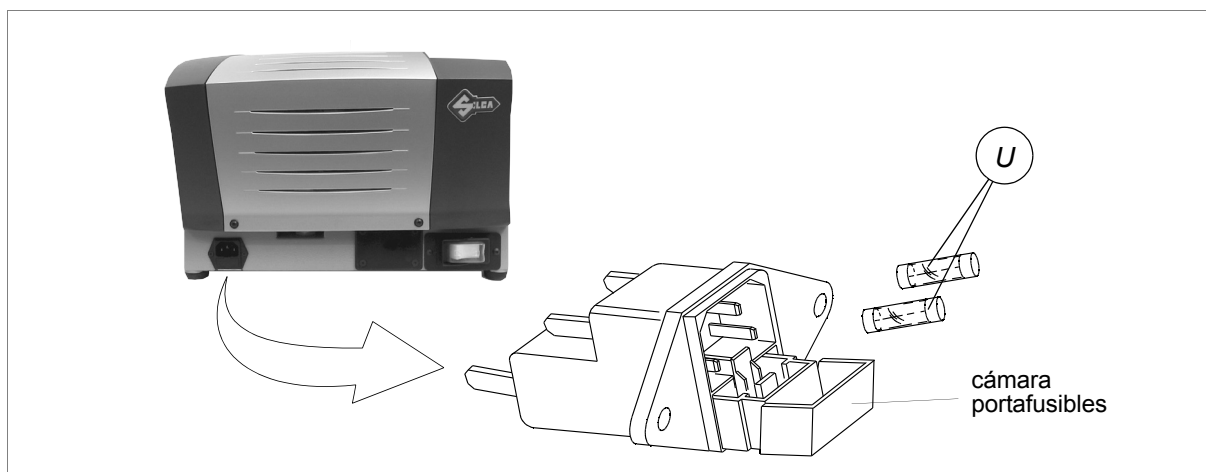

Fig. 25
- 3) Saque la cámara portafusibles que está debajo de la toma de suministro de corriente (fig.25).
- 4) Reemplace los fusibles (U).